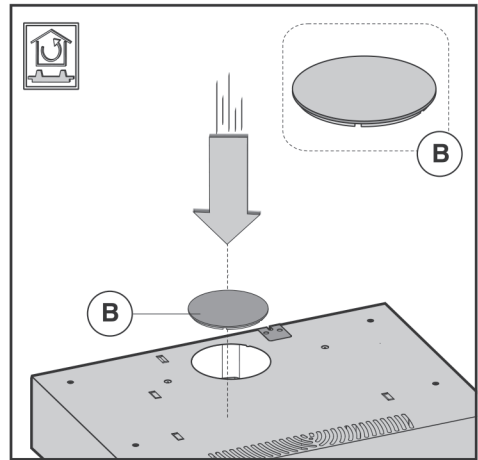
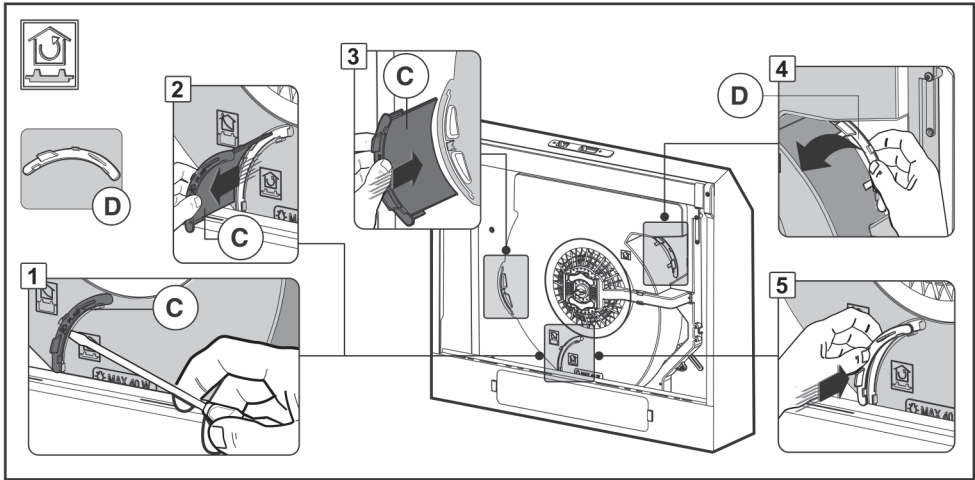

Рис. 7
Рис. 9
1. Снимите жироулавливающие панели **G**, как показано на рис. 9.
7. Установите на место жироулавливающие фильтры (рис. 9).
Для замены галогенных ламп снимите жироулавливающие панели **G**, как показано на рис. 9. Замените нерабочие лампы лампами такого же типа (рис. 7).